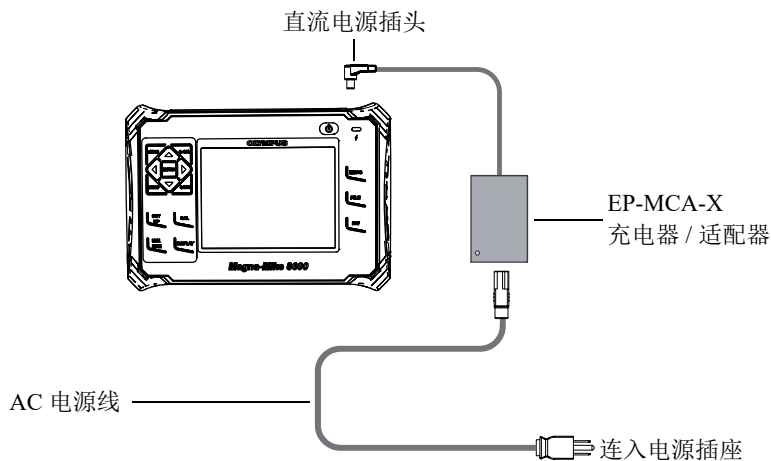

图 1-8 连接充电器 / 适配器
1. 将 AC 电源线的一端连接到充电器 / 适配器，另一端连接到适当的电源插座（参见第 32 页的图 1-8）。